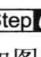

图 5-14 创建拉伸切除特征
Step 04 单击“应用并保存在工具中所做的所有更改，然后关闭工具操控板”按钮，即可创建拉伸切除特征，如图 5-14 所示。